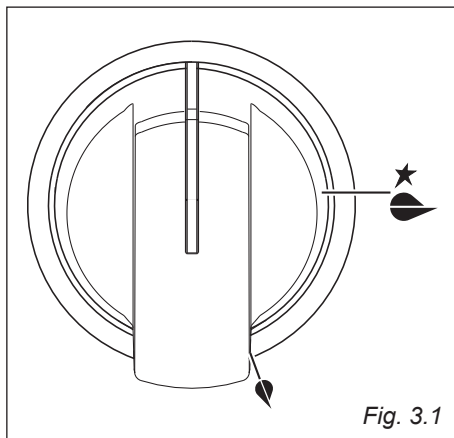

Fig. 3.1
L'afflusso del gas ai bruciatori è regolato da un rubinetto valvolato comandato dalla manopola di fig. 3.1.
- ✓ L'accensione elettrica è incorporata nelle manopole dei bruciatori e si identifica per il simbolo ★ vicino al simbolo " 🔹 " (fig. 3.1).